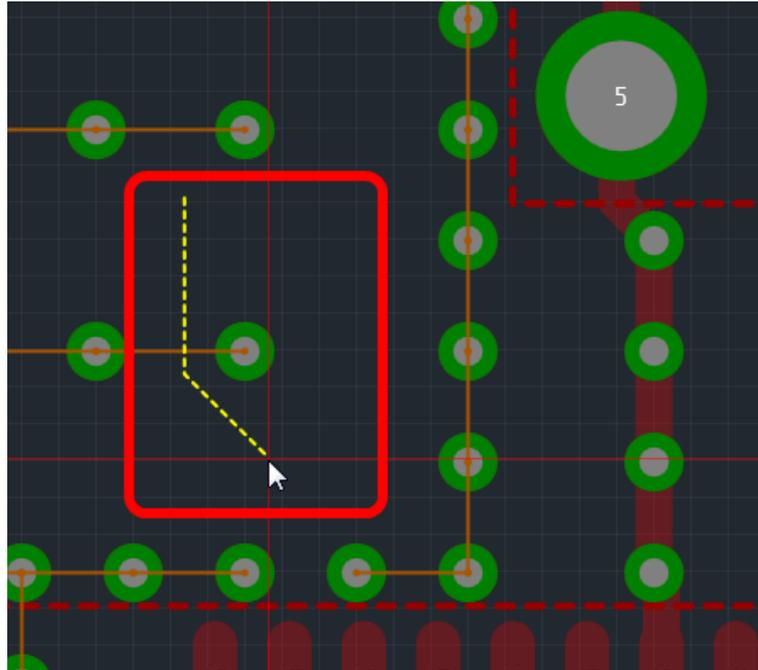

Рис. 116. Начало построения области металлизации
3. Перевести курсор на другую точку печатной платы, при этом между точками будет построена линия – одна из граней будущей области металлизации, см. Рис. 116.